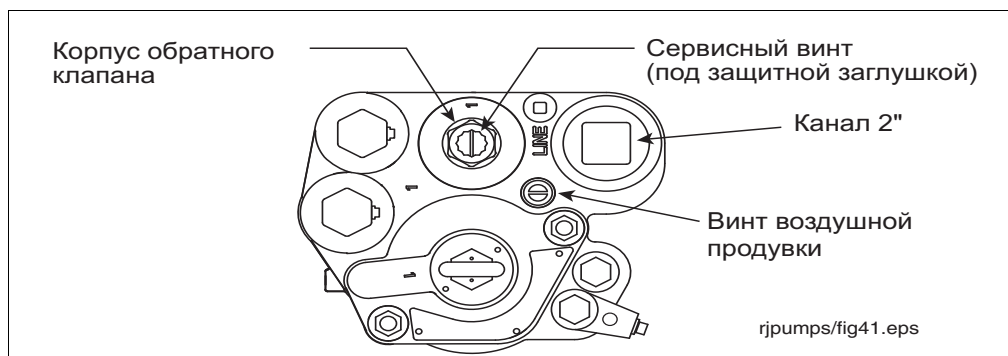

Рис. 38. Местоположение винта воздушной продувки
2. Отверните, снимите и отложите верхнюю защитную заглушку корпуса обратного клапана; поверните сервисный винт по часовой стрелке (см. рис. 38). Когда винт приблизится к нижнему положению, начнется сброс давления из системы (это можно определить на слух). Продолжайте вращать винт до упора. После того как винт дойдет вниз до упора, отверните его на 4 оборота, чтобы открыть обратный клапан и дать топливу стечь из полостей манифольда.
5. Наверху манифольда найдите винт воздушной продувки (см. рис. 38).